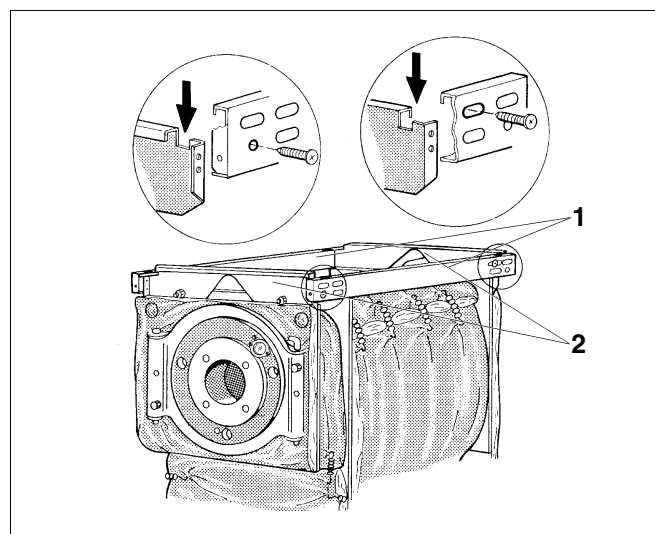

Fig. 9 Montering af sidetraverser
- Hægt sidetraverserne (fig. 9, **pos. 1**) på den forreste og den bagerste travers (fig. 9, **pos. 2**) med krogene i slidserne, og skru dem fast med 2 pladeskruer i hver ende, foran i det runde hul og bag i langhullet.